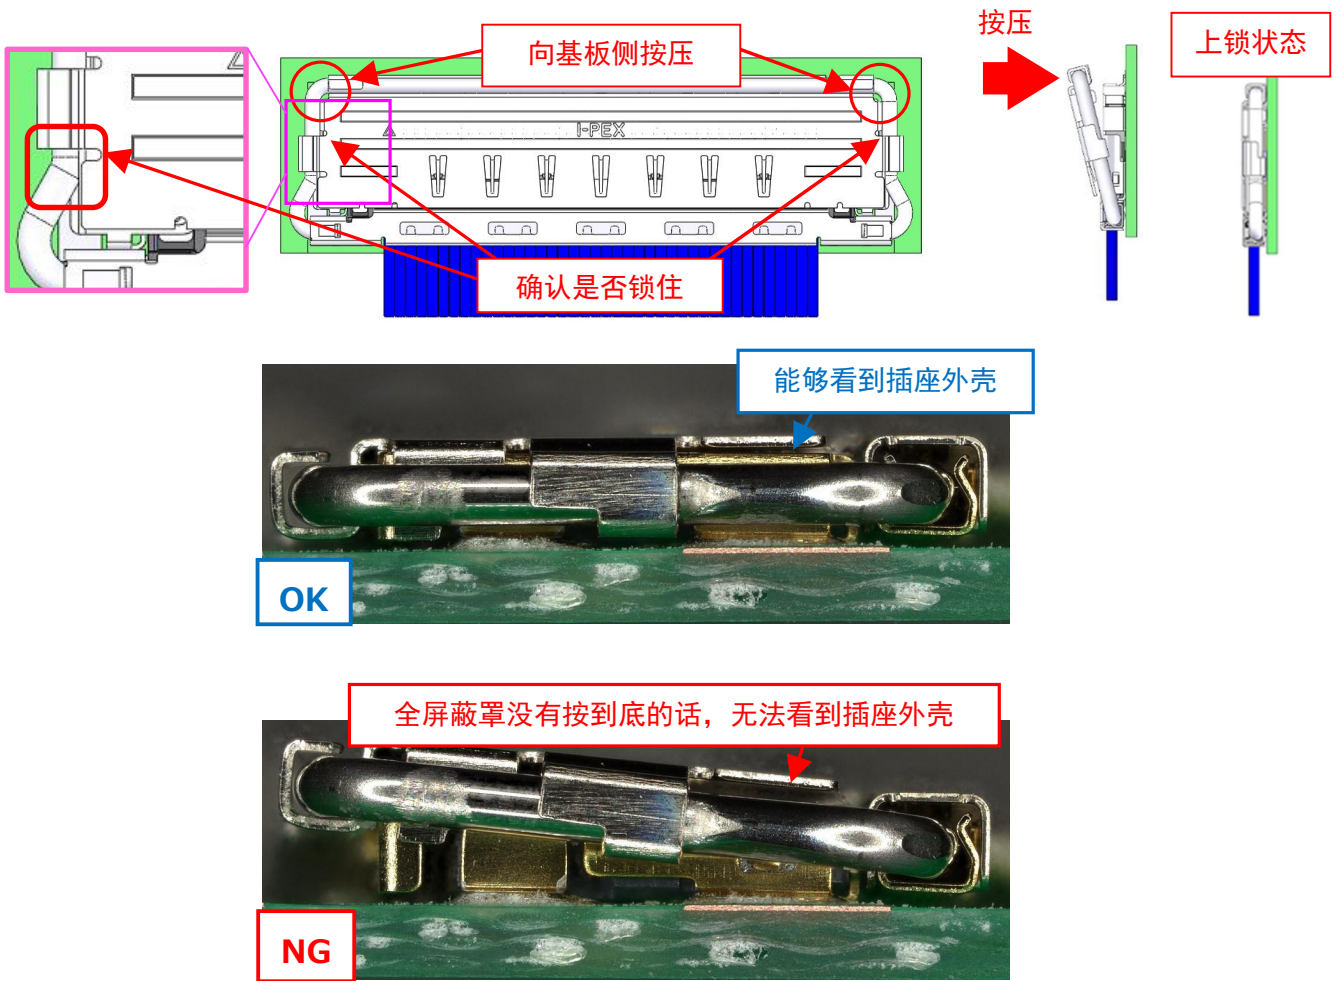

图 12
⑤ 如图 12, 同时按压全屏蔽罩的 2 个○部, 使全屏蔽罩外壳完全锁住插座外壳。